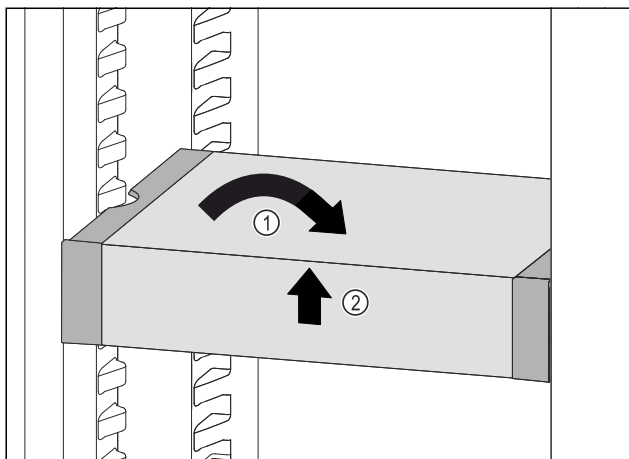

Fig. 99
- ▶ VarioSafe postavte rovno. Fig. 99 (1)
- ▶ VarioSafe nadvihnite vpredu. Fig. 99 (2)